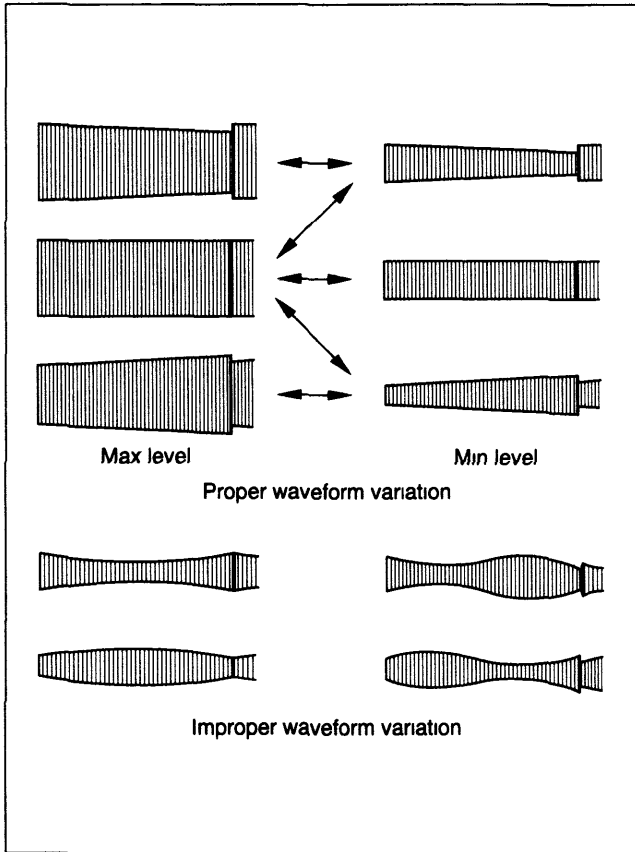

Fig. 2-4-1
- (1) Conecte o osciloscópio ao TP106(PB FM/COL) e ao TP111(D FF) do Painel Principal, conectando este último a entrada de sincronismo externo.
- (2) Reproduza a fita de alinhamento (SP), observando a forma de onda de FM.
- (3) Pressione as teclas (▲) e (▼) simultaneamente durante a reprodução para acessar o modo manual de tracking (isto deve ajustar o tracking para a posição central).
- (4) Certifique que não haja falhas significativas de nível na forma de onda de FM causadas pela operação do tracking, garantindo o seu paralelismo e linearidade geral. Execute os seguintes ajustes quando necessário (Fig 2-4-1).